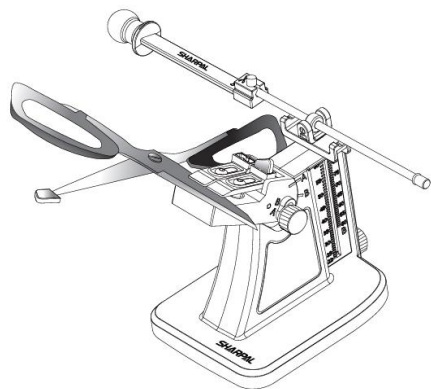

Fig. 1
5. Durante l'affilatura delle forbici, assicurarsi che la lama da affilare sia fissata saldamente. Coprire l'altra punta della forbice con il cappuccio protettivo per prevenire eventuali lesioni (vedi Fig. 1).